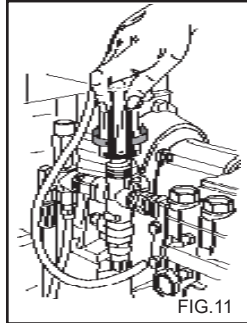

FIG.11
El presente capítulo se refiere a los modelos que llevan el dispositivo de "Regulador de presión". El dispositivo regulador de presión (fig. 11) permite regular la presión de trabajo. Girando el botón C en el sentido de las agujas del reloj (B) (mínimo), se obtiene una reducción de la presión de trabajo.